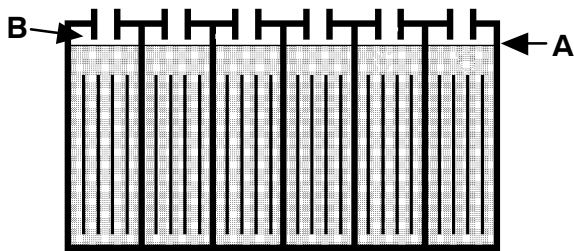

FIG. 25
2. Après la mise en charge des batteries, vérifiez le niveau d'électrolyte (A) dans chaque élément de batterie. Le niveau doit se trouver environ à 1 cm du bord inférieur de l'orifice de remplissage (B). Ajoutez de l'eau distillée si nécessaire (Figure 25). NE REMPLISSEZ PAS TROP.